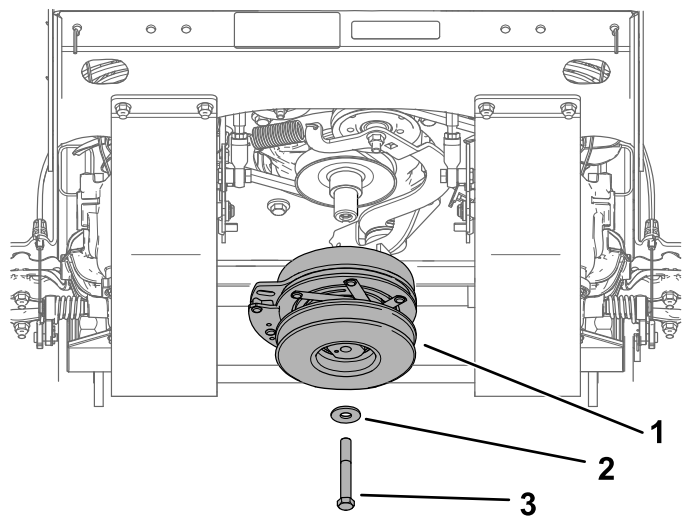

Figure 57
5. Déposez la poulie d'embrayage (Figure 57).
13. Reposez poulie d'embrayage (Figure 57). Serrez le boulon à un couple de 68 à 81 N·m.
14. Reposez le panneau de protection (Figure 57).